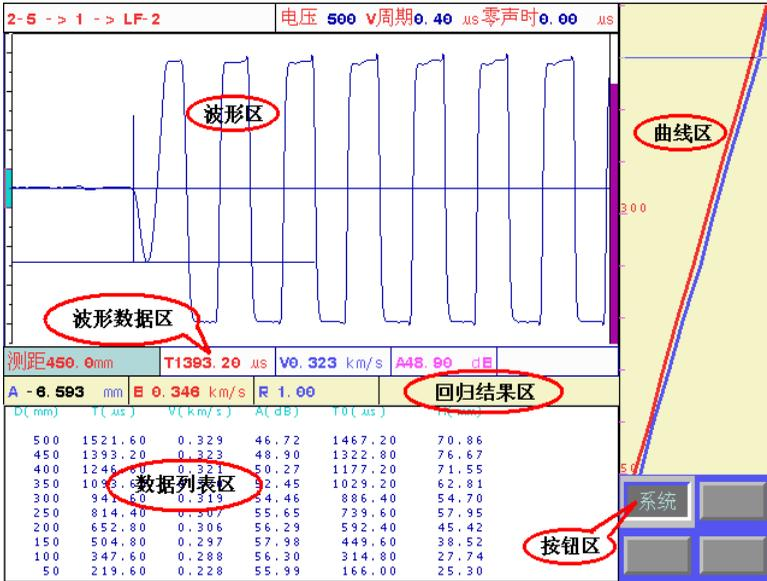

图 7.3 测试界面
当您在图 7.1 所示的工程参数界面中设置完所有工程参数后就可以按【采样】键或测试按钮，进入图 7.3 所示的测试界面。测试界面分为：波形区、波形数据区、曲线区、数据列表区、回
- 1) 在工程参数设置界面按【**采样**】键或**测试**按钮，进入图 7.3 所示的测试界面并进行采样，此时仪器激励发射换能器发射超声脉冲(换能器有响声)，仪器自动调整接收信号，在波形区上显示调整好的波形，并自动刷新。